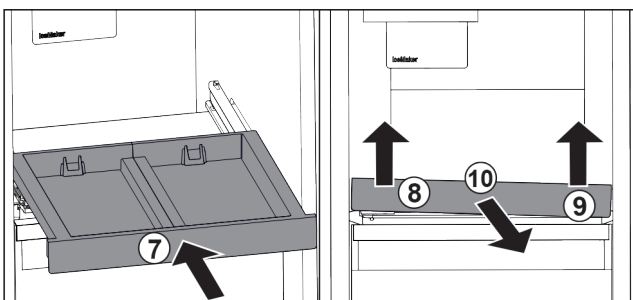

Fig. 86
- ▶ Inserire il ripiano estraibile. Fig. 86 (7)
- ▶ Sollevare il ripiano estraibile dalla parte anteriore a sinistra. Fig. 86 (8)
- ▶ Sollevare il ripiano estraibile dalla parte anteriore a destra. Fig. 86 (9)
- ▶ Rimuovere il ripiano estraibile tirandolo in avanti. Fig. 86 (10)